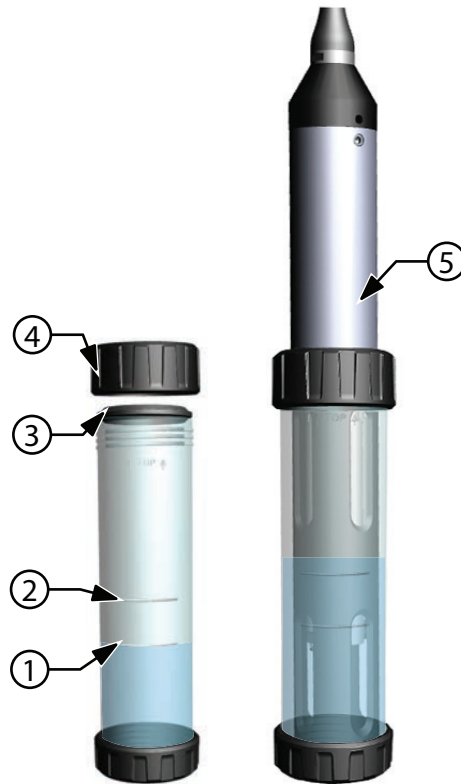

Figura 44 Volume padrão do copo de calibração
4. Encha o copo de calibração com padrão de calibração fresco aproximadamente até à primeira linha, para calibração do pH, ORP e turvação. Encha até à segunda linha para a condutividade da calibração (Figura 44 na página 34).
1. Certifique-se de que o vedante do copo de calibração assenta correctamente (Figura 44). Instale sem apertar a porca de retenção no copo de calibração.